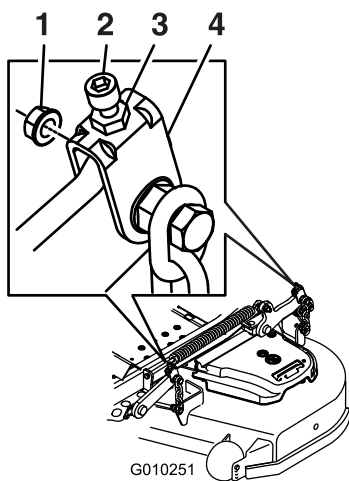

Figura 98
11. Per i piatti di taglio illustrati nella **Figura 98**, mettete a punto il dado di regolazione sul gruppo di sollevamento del piatto di taglio anteriore ruotandolo (**Figura 98**).
17. Mettete a punto la vite di regolazione ruotando fino a un'altezza di 8,3 cm (vedere Figura 98).